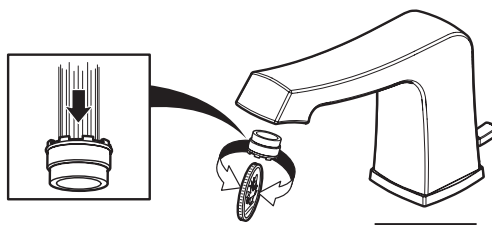

Fig. 9
- Dévisser l'aérateur à l'aide d'une pièce de monnaie et rincer l'aérateur (fig. 9).
- Unscrew the aerator using a coin and rinse the aerator (fig. 9).